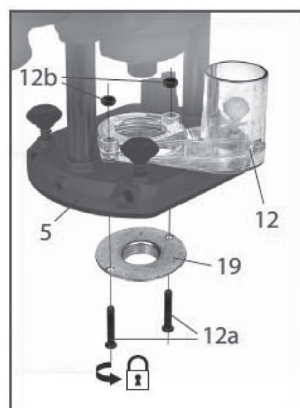

рис.9
2.2.3 Монтаж направляющей втулки (см. рис.9).
Для осуществления фрезерования при помощи шаблона, фрезер обладает возможностью установки направляющей (копировальной) втулки (рис.9 поз.19).
- расфиксировать рычаг вертикального положения (рис.1 поз.3) для того, чтобы максимально увеличить рабочее расстояние между суппортом и опорной плитой (рис.9 поз.5);
- открутить винты (рис.9 поз.12а), крепящие патрубок пылеотвода (рис.9 поз.12) к опорной плите;
- гайки (рис.9 поз.12b) и патрубок пылеотвода с опорной плиты не снимать;
- установить в отверстие пластиковой подошвы опорной плиты направляющую втулку (рис.9 поз.19) буртом вниз, совместив крепёжные отверстия;
- закрепить к опорной плите патрубок пылеотвода и направляющую втулку винтами (рис.9 поз.12а).